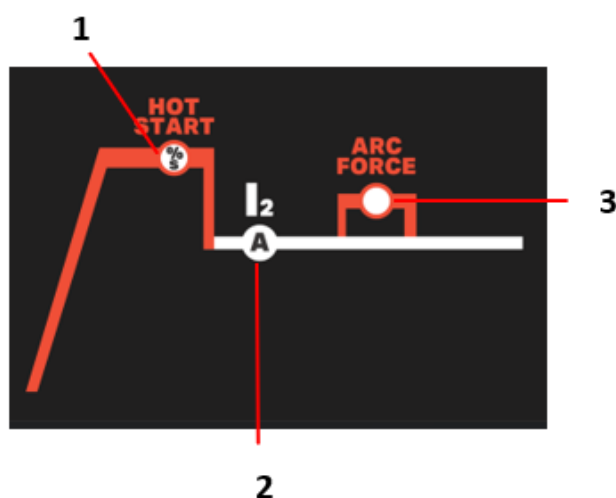

Fig. 1 – Parâmetros MMA
Para a DC 164 e DC 204 (Ver os itens na Fig. 1 A)
- Ajustar o valor de corrente ao diâmetro do elétrodo (Fig.1 - 2), de acordo com a seguinte tabela, para regular as máquinas de acordo com o elétrodo a utilizar e iniciar a soldadura